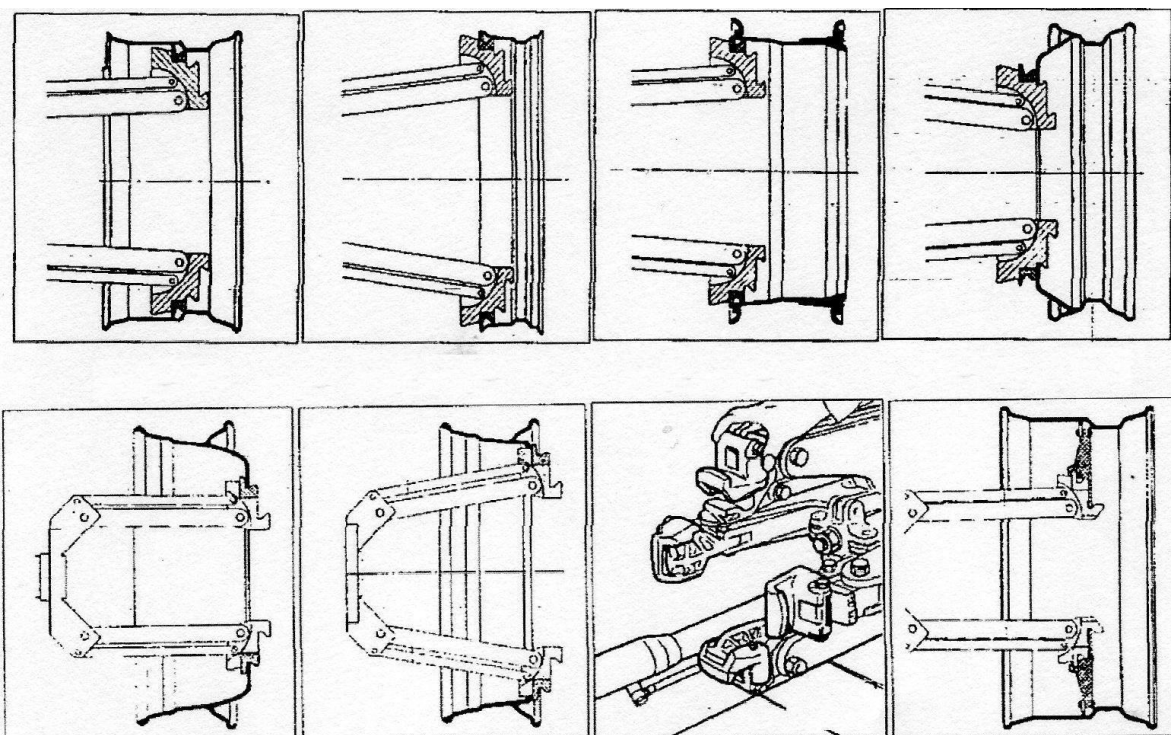
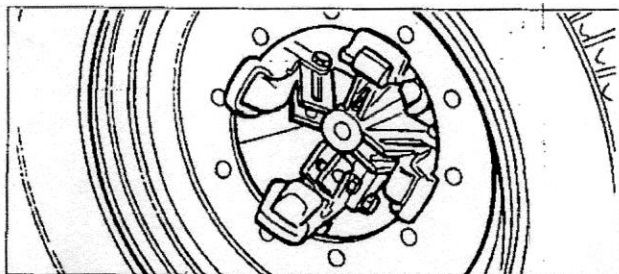

Рисунок 13
Рисунок 14
8.2.1.6 Наиболее удобные позиции закрепления на ободе можно выбрать согласно Рисунок 13.
8222 Зажимы типа GL вставляются (крепёж байонетного типа) в рычаг на самоцентрирующемся зажиме (см. Рисунок 13). Благодаря барашковому винту, зажим можно закрепить на стойке. Закрепите обод, как показано на Рисунок 14.
Для работы с ободьями диаметром более 42" без фланца центрального отверстия колесо можно закрепить с помощью надставок PA (опция). Вставьте надставку зажима в рычаг зажима на рычаге самоцентрирующегося зажимного устройства (байонетный крепёж) и закрепите её барашковой гайкой (см. Рисунок 13).